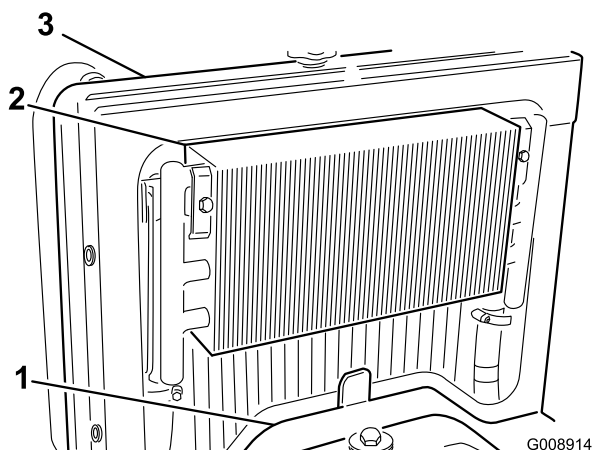

Figura 66
3. Retire o painel de acesso (Figura 66).